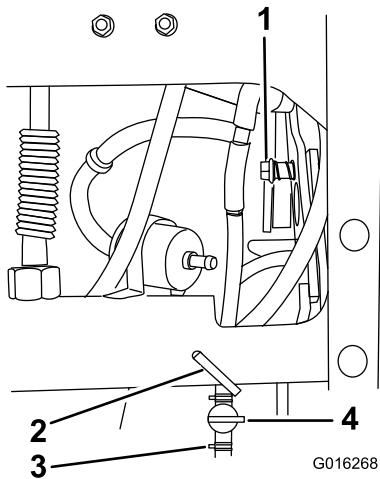

図 25
4. 燃料バルブにホースとクランプを接続し、ケーブルタイを使ってホースを機体に固定する（図 25）。
5. デッキの昇降ハンドル部に、圧縮スプリングとショルダーボルトを取り付ける（図 25）。